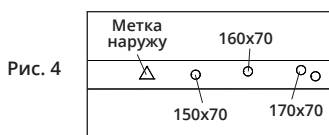

Рис. 4
1.2. Возьмите лучевые части каркаса (8) для монтажа с опорным основанием. В зависимости от размера ванны вам необходимо выбрать на них правильные отверстия для их фиксации (см. рис. 4).
**ВАЖНО: Обратите внимание на метки, указывающие правильное расположение на опорном основании (наружу) (рис.4).**